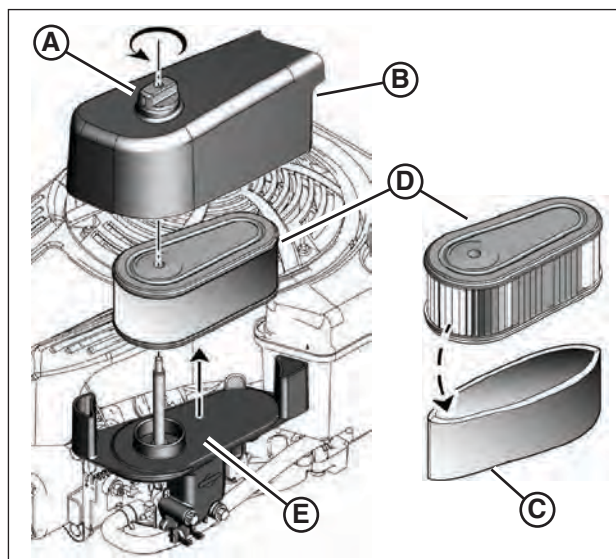

Figure 15 : Filtre à air et dépoussiéreur
1. Enlever l'attache (**A**, **Figure 15**) et le couvercle du filtre à air (**B**).